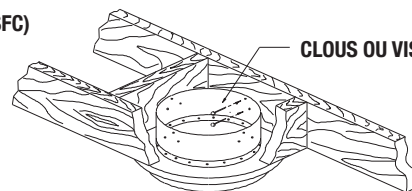

Figure 6
Étape 3 : Par en dessous, poussez le support de finition dans l'ouverture. Clouez le support au boîtier encadré à l'aide de (12) clous torsadés de 3 po ou de vis à bois no. 8 x 1 1/2 po (voir Figure 6).